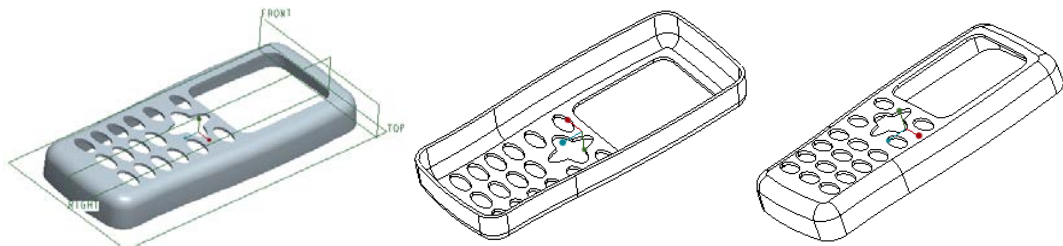

图 7-185 手机面壳零件
- 10) 上机操作 (培养创造力和动手操作能力): 根据图 7-185 所示的简易手机的面壳效果, 综合利用各种曲面创建和编辑工具来复原该面壳三维模型, 具体尺寸由练习者确定, 创建过程自由发挥。